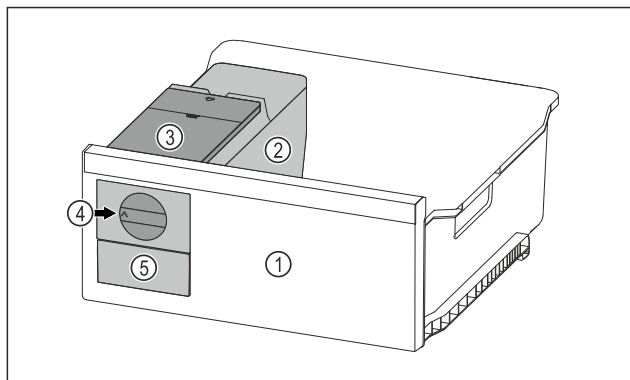

Fig. 123 Exempel
- Vrid reglaget Fig. 123 (4) medurs fram till anslaget.
► Isbitar faller från isbitsbrickan in i isbitslådan Fig. 123 (5). Om inte alla isbitar kommer ut ur isbitsbrickan: